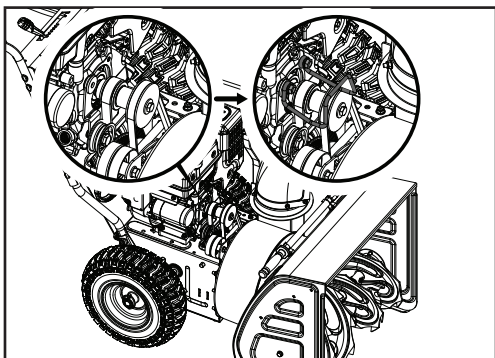

Figure 36
10. Remplacez le protège-courroie et installez les boulons (20 mm / 30 mm) qui avaient été enlevés précédemment. Une fois le protège-courroie réinstallé, assurez-vous que la distance est la même des deux côtés entre la poulie et le protège-courroie (figure 36).